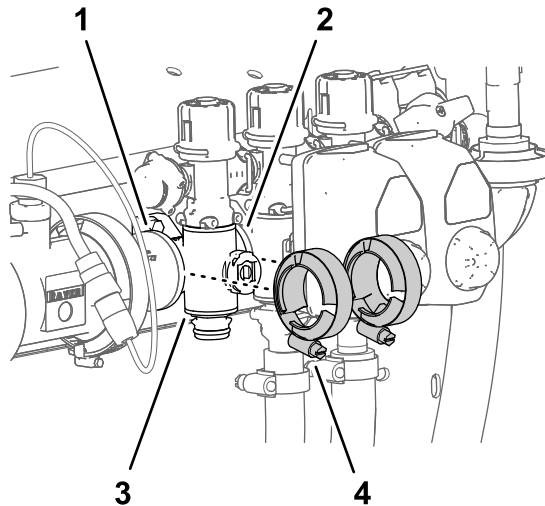

図 134
4. 個別boomマニホールドバルブの取り外し (ページ 79) で取り外したフランジクランプを、boomバルブマニホールドのフランジと、もう一つのboomバルブまたはカップリングアダプタのフランジの間に入れる 図 134。
- フランジクランプ2個を手締めする 図 134。